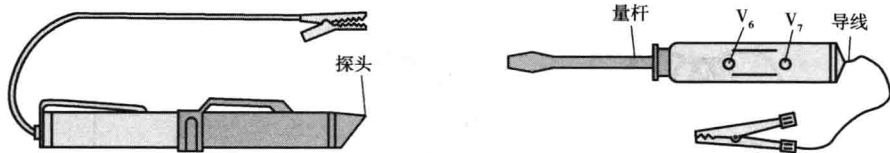

图 1-8 有源测试灯
(2) 12V 有源测试灯。12V 有源测试灯与 12V 无源测试灯基本相同，它只是在手柄内加装两节 1.5V 干电池，如图 1-8 所示。